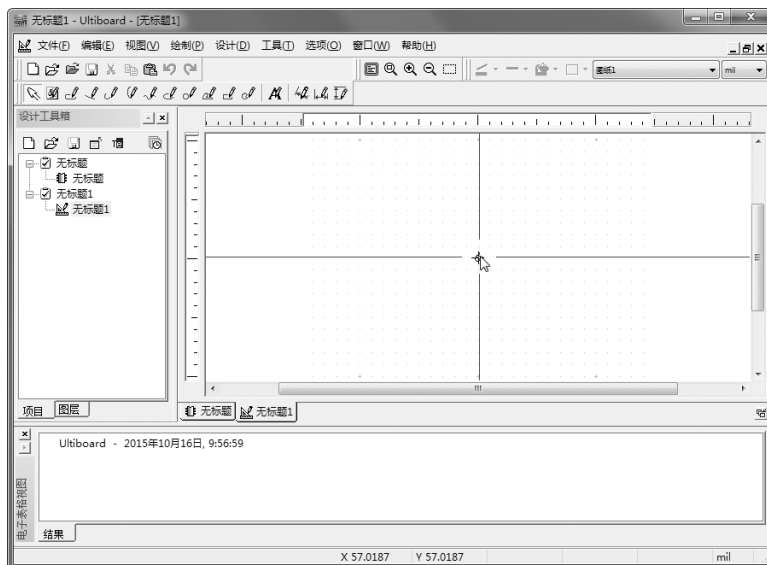

图 11-20 新建机械 CAD 文件
- 在“设计类型”栏选择新建项目文件中默认创建的设计文件的类型，包括 PCB 设计、机械 CAD 两种，如图 11-19、图 11-20 所示。PCB 文件用于电路板设计，机械 CAD 文件用于设计封装零件。